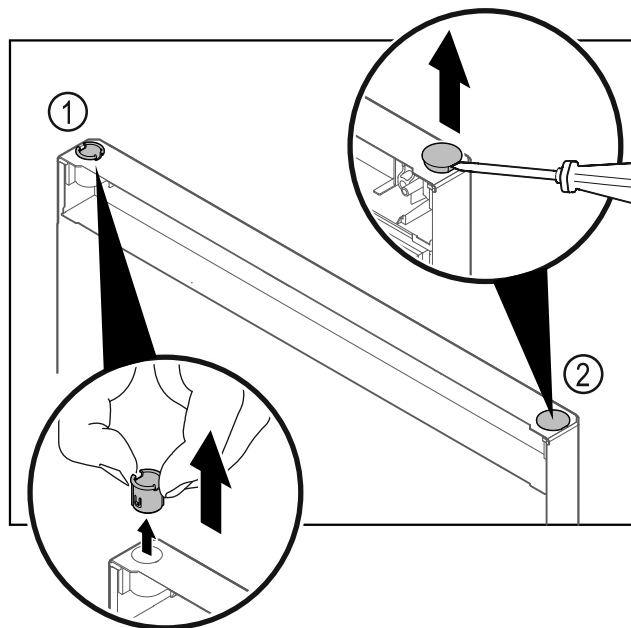

Fig. 34 Πόρτα τμήματος κατάψυξης
- ▶ Τραβήξτε έξω την υποδοχή μεντεσέ Fig. 34 (1) με το δάχτυλο.
- ▶ Ανασηκώστε προσεκτικά την τάπα Fig. 34 (2) με ένα ίσιο κατασαβίδι και τραβήξτε την έξω.